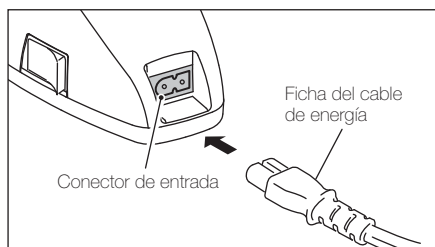

Fig. 1
1. Conecte el cable de energía a la entrada de la parte trasera del cargador (Fig. 1).